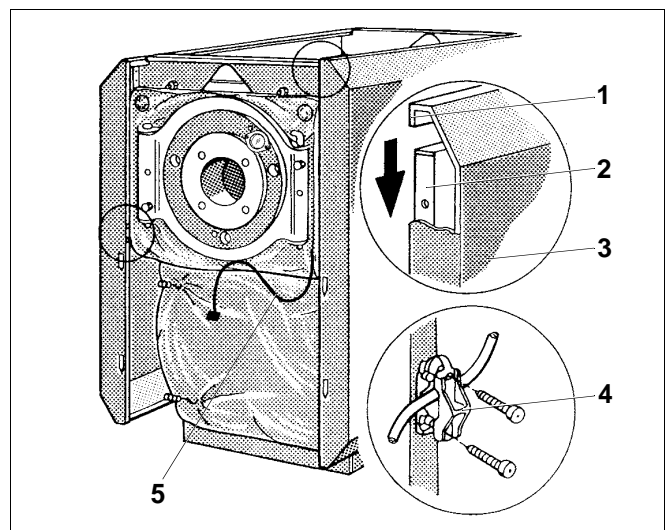

Abb. 10 Zugentlastung montieren
- Seitenwände (Abb. 10, **Pos.3**) anheben und oben mit der Abkantung (Abb. 10, **Pos.1**) in die seitlichen Traversen (Abb. 10, **Pos.2**) einhängen und nach unten schieben (Abb. 10).
- Enden der Wärmeschutzmatten hinter Seitenwandabkantung drücken (Abb. 10).
- Zugentlastung für Brennerkabel (Abb. 10, **Pos.4**) mit den beiden Stiften in die Bohrungen in der linken oder rechten Seitenwandabkantung einsetzen (Abb. 10).
- Brennerkabel (Abb. 10, **Pos.5**) auf Nutzlänge bringen, in die Zugentlastung einlegen, Lasche schließen und Zugentlastung mit 2 Blechschrauben anschrauben (Abb. 10).